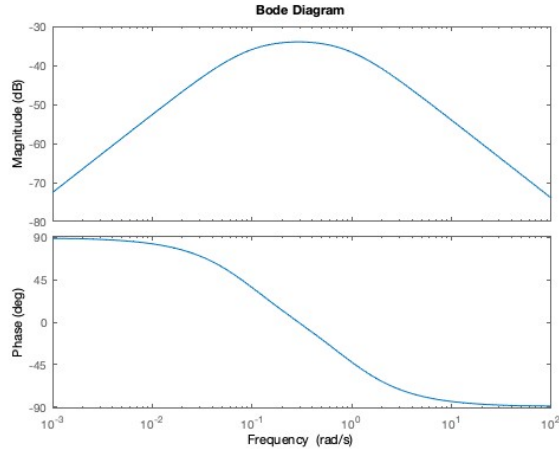

Figura 1: Diagramma di Bode della funzione di trasferimento $G(s)$
Dunque il sistema linearizzato (6) è caratterizzato dalla funzione di trasferimento (8) con 2 poli $p_1 = -0.9054$, $p_2 = -0.0936$ e uno zero nell'origine $z = 0$. In Figura 1 mostriamo il corrispondente diagramma di Bode.